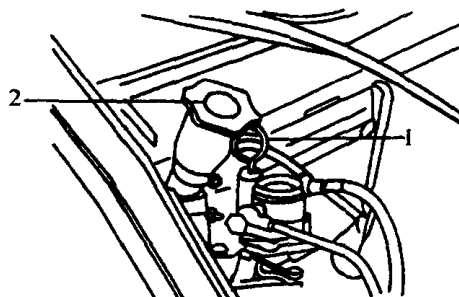

图 1-3 检查润滑油油位
(1) 用机油尺 1 检查润滑油油位,如有必要,通过加油口 2(可调)添加润滑油(如图 1-3 所示)。